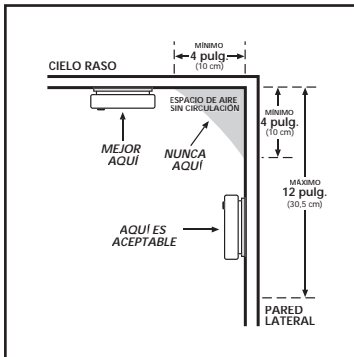

FIGURA 1
• Si no es factible instalarla en el cielo raso, la siguiente ubicación lógica para instalar alarmas de calor es en la pared lateral. Al instalar la alarma en la pared, use una pared interior con el borde superior de la alarma a un mínimo de 4 pulg. (10 cm) y un máximo de 12 pulg. (30.5 cm) bajo el cielo raso (consulte la Figura 1).
Las casas rodantes modernas han sido diseñadas y construidas para lograr un uso eficiente de la energía. Instale las alarmas como se recomendó anteriormente (consulte UBICACIONES RECOMENDADAS y la FIGURA 1).
En las casas rodantes antiguas que no están bien aisladas en comparación con las normas actuales, el calor y el frío extremos se pueden filtrar desde el exterior al interior a través de paredes y un techo inadecuadamente aislados. Esto puede formar una barrera térmica que puede impedir que el calor llegue a una alarma instalada en el cielo raso. En ese tipo de instalaciones, instale la alarma de calor en una pared interna, con el extremo superior de la alarma a un mínimo de 4 pulg. (10 cm) y a un máximo de 12 pulg. (30.5 cm) bajo el cielo raso (consulte la FIGURA 1).